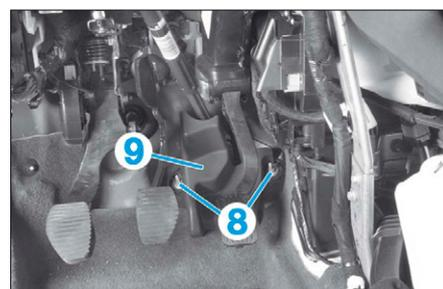
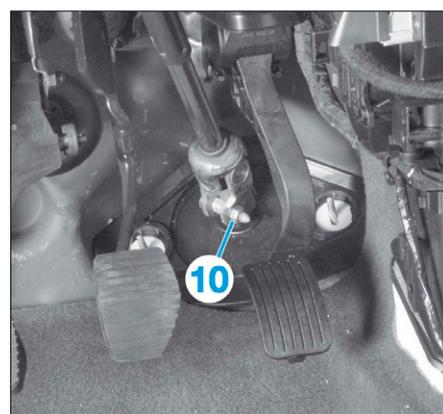

FIG. 4
FIG. 5
- les écrous (8) (Fig.4),
- le cache inférieur (9),
- la vis (10) (Fig.5),